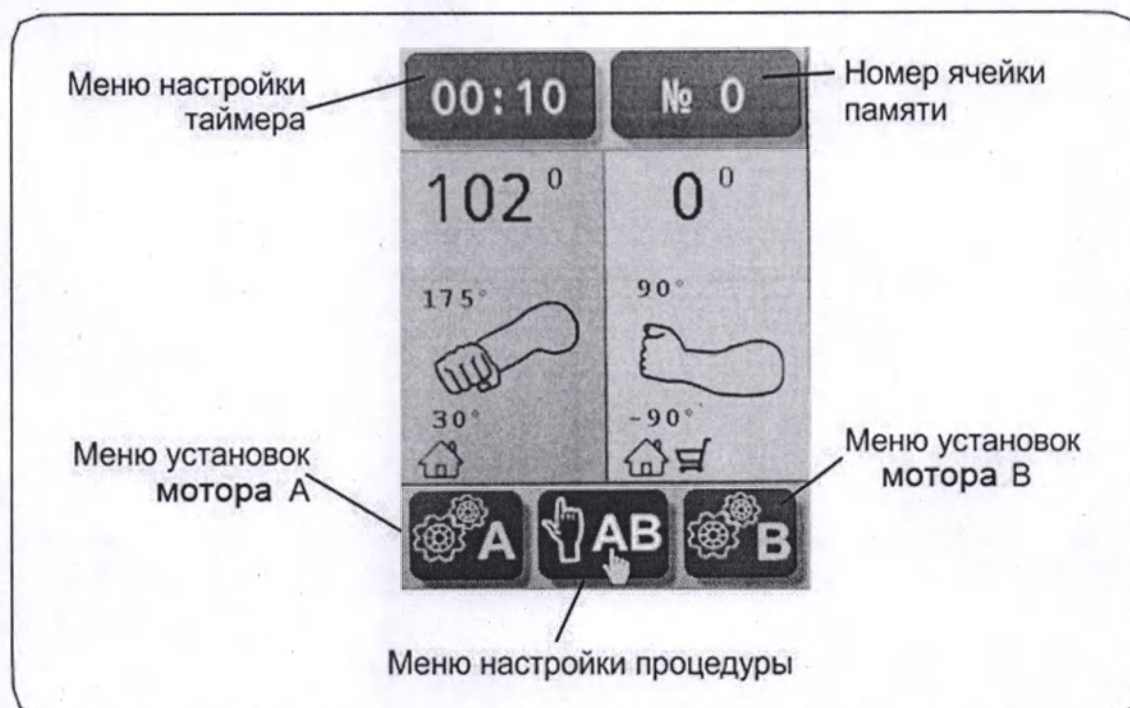
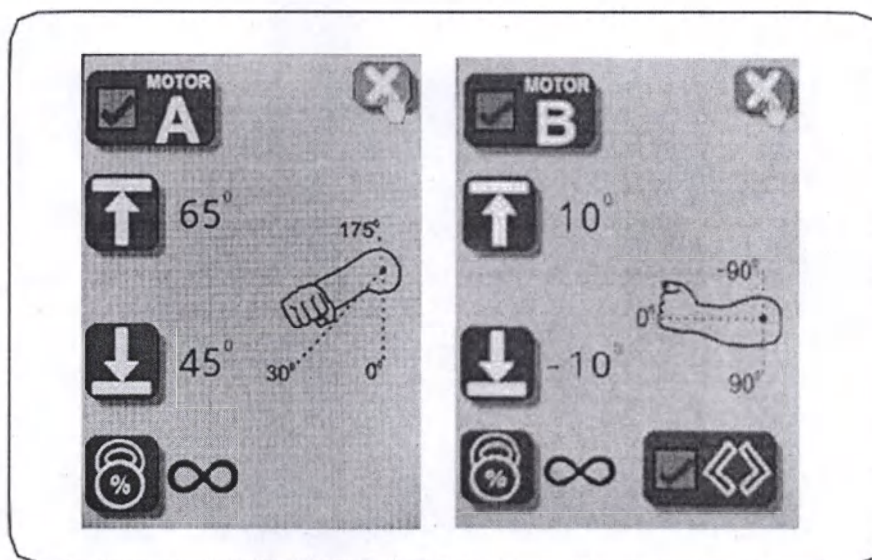

Рисунок 7.4 – Дисплей режима готовности
Рисунок 7.5 – Дисплей режима задания параметров механизмов
6.2.3 По окончании загрузки на дисплее отображается дисплей режима готовности (см. рис. 7.4).
7.2 Дисплей режима готовности (см. рис. 7.4):
7.3 Дисплей режима задания параметров механизмов (см. рис. 7.5)
После однократного нажатия любой кнопки Аппарат перейдет в режим «Пауза», о чем сообщит мигающая в зоне С пульта управления иконка . В данном режиме дисплей переходит в состояние выбора меню (см. рис. 7.4): иконки панели становятся активными и появляется возможность оперативно изменить
Задание амплитуды движения (углов подошвенного (тыльного) сгибания / пронации (супинации)) Амплитуда движения - это рабочий диапазон, внутри которого происходит движение исполнительных механизмов каждого двигателя. Настраиваются крайние положения. Минимальные и максимальные значения индивидуальны для каждого пациента и режима работы. Шаг настройки - 1°. Настройка амплитуды может осуществляться двумя способами: 1. Аппарат находится в стационарном состоянии. Пользователь знает требуемый диапазон. 1.1. Для задания амплитуды движения для мотора А необходимо зайти в меню установок мотора А (рис.7.4). 1.2. С помощью кнопок ,  перевести курсор на символ  и нажать кнопку  (рис. 7.5). Задать требуемое верхнее значение диапазона для мотора А (для увеличения угла нажмите кнопку , для уменьшения - ). 1.3. Нажать кнопку  для подтверждения заданного значения и выхода из меню задания верхнего значения диапазона. 1.4. С помощью кнопок ,  перевести курсор на символ  и нажать кнопку  (рис. 7.5). Задать требуемое нижнее значение диапазона для мотора А. 1.5. . Нажать кнопку  для подтверждения заданного значения и выхода из меню задания нижнего значения диапазона. 1.6. С помощью кнопок ,  перевести курсор на символ , нажать на кнопку  и выйти из меню настроек мотора А. 1.7. Повторить действия по п.1.1-1.6 для задания амплитуды движения мотора В. 2. Первичная настройка под пациента, выбор допустимых углов (активный поиск угла).
Задание угла осуществляется последовательным движением в выбранную точку. Δ ВНИМАНИЕ! Для первичной настройки под пациента (задание амплитуды движения механизмов А и В) необходимо пациента разместить на аппарате и выполнить подетройку в соответствии с разделами настоящего руководства. Для задания амплитуды движения необходимо: 2.1. Зайти в меню установок механизма А (рис.7.4). 2.2. С помощью кнопок ,  перевести курсор на символ и нажать кнопку  (рис. 8.5). Одновременно с удержанием кнопки , кнопками  или , выставить верхнее значение диапазона работы мотора А, которое не будет вызывать болевых ощущений в суставе у пациента. 2.3. Нажать кнопку  для подтверждения заданного значения и выхода из меню задания верхнего значения диапазона мотора А. На экране около символа  появится записанное значение. 2.4. С помощью кнопок ,  перевести курсор на символ , нажать на кнопку  и выйти из меню настроек механизма А. 2.5. Зайти в меню установок механизма В (рис. 7.4) и повторить действия по п. 2.2 -2.4 для задания верхнего значения амплитуды движения мотора В. 2.6. Повторить действия по п.п. 2.1 – 2.5 для установки нижнего значения  амплитуды движения моторов А и В. Δ ВНИМАНИЕ! Установленные значения и фактически измеренный угол могут незначительно отличаться.